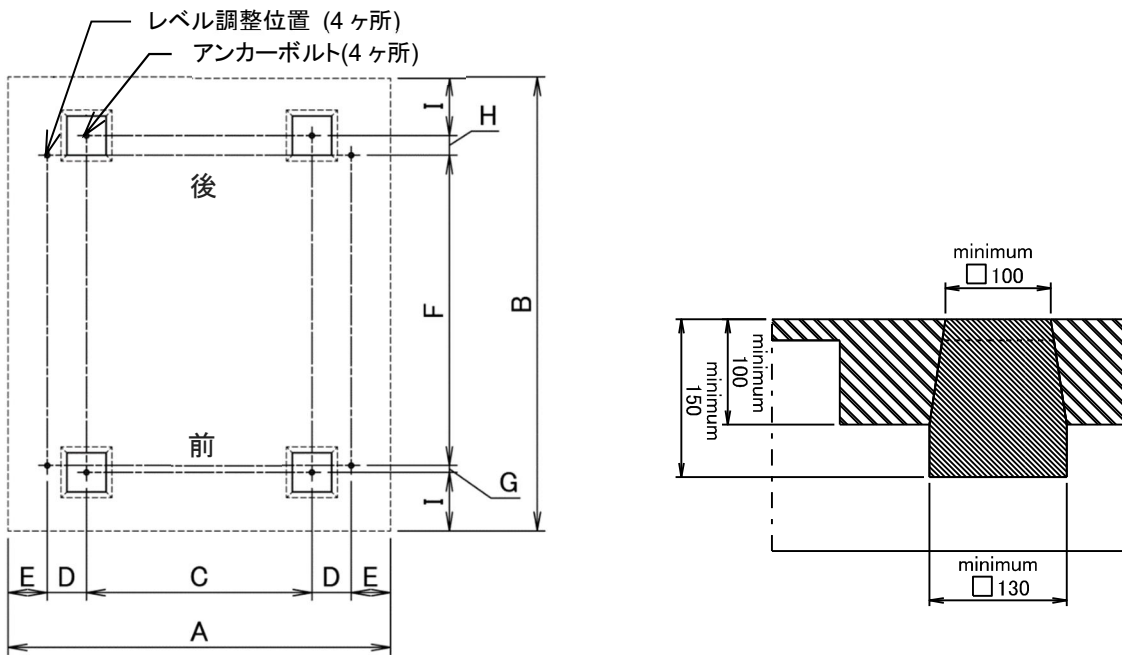

図4-2
- 1) 機械の据付は、床荷重に耐えられるコンクリートの水平かつ凹凸の無い床に、(図4-2)の示す位置に、相対的に段差の無く、水平な4ヶ所のコンクリート基礎を施工してください。
- 2) コンクリート床自身が十分な強度、完全に平らでかつ水平、十分な厚みがあるならば(図4-2)に示す基礎工事を省くことができます。